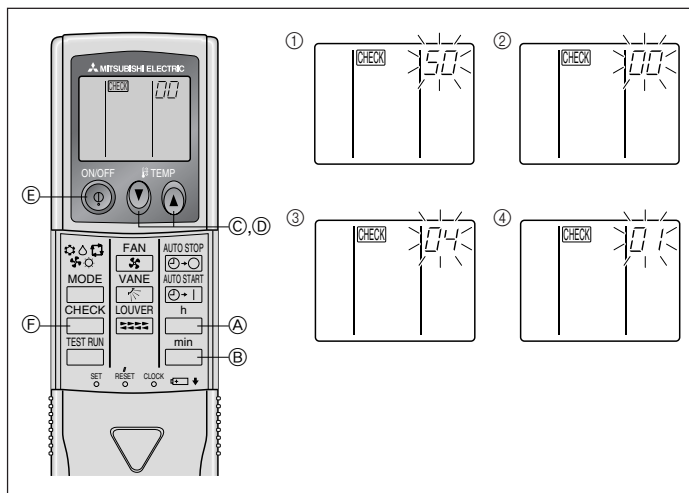

Fig. 6-9
- Tryk på MODE knappen (E). Funktions- og indstillingsnumrene (I) og (II) vil nu være tændt konstant. Indstillingen kan bekræftes.
- Tryk samtidig på knapperne FILTER (A) og TEST RUN (B) i mindst 2 sekunder. Funktionsvalgsskærmen forsvinder midlertidigt, og displayet aircondition OFF vises.
2) Trådløs fjernstyring (Fig. 6-9)
- Gå til funktionsvalgstilstanden. Tryk på \square_{CHECK} -knappen (F) to gange (start med STOP-status i fjernbetjeningens display). **CHECK** lyser, og "00" blinker. Tryk på temp-knappen ∇ Δ en enkelt gang for at indstille værdien til "50". Ret den trådløse fjernstyring mod indendørs enhedens modtager og tryk på \square_h -knappen (A).
- Indstilling af enhedsnummer. Tryk på temp-knappen ∇ Δ og Δ ∇ for at indstille enhedsnummeret til "00". Ret den trådløse fjernstyring mod indendørs enhedens modtager og tryk på \square_{min} -knappen (B).
- Valg af tilstand. Indtast 04 for at ændre strømforsyningens indstilling ved brug af ∇ Δ og Δ ∇ -knapperne. Ret den trådløse fjernstyring mod indendørs enhedens modtager og tryk på \square_h -knappen (A).